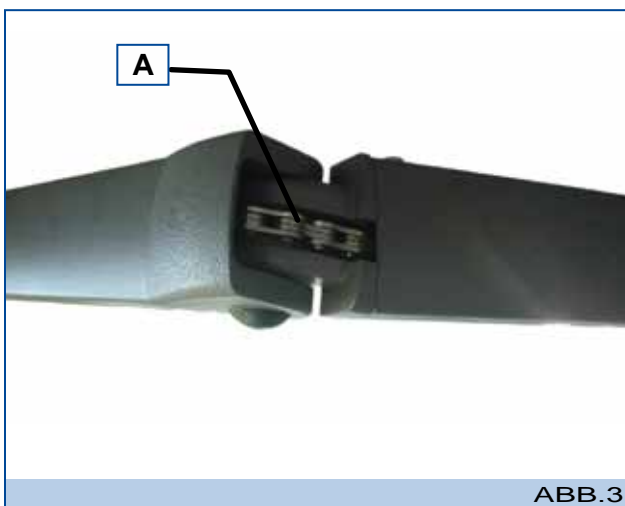
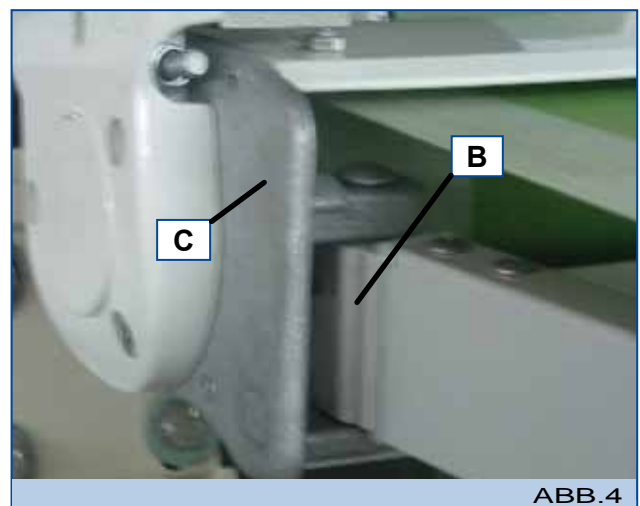

ABB.3
ABB.4
- Bei Gelenkarmen mit Kette die Kette, das Gelenk (A – Abb. 3) und das Oberarmgelenk (B – Abb. 4) schmieren.
- Die gegenüber der Steuerung (Motor oder Getriebe – Kurbel) angebrachte Wellkapsel schmieren (C – Abb. 4).